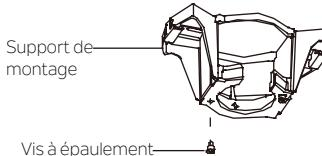

Fig. 6
**Étape 2 :** Retirez l'une des deux vis à épaulement du support de montage et conservez-la pour une utilisation ultérieure. Desserrer la deuxième vis à épaulement sans la retirer complètement. (Fig. 6)